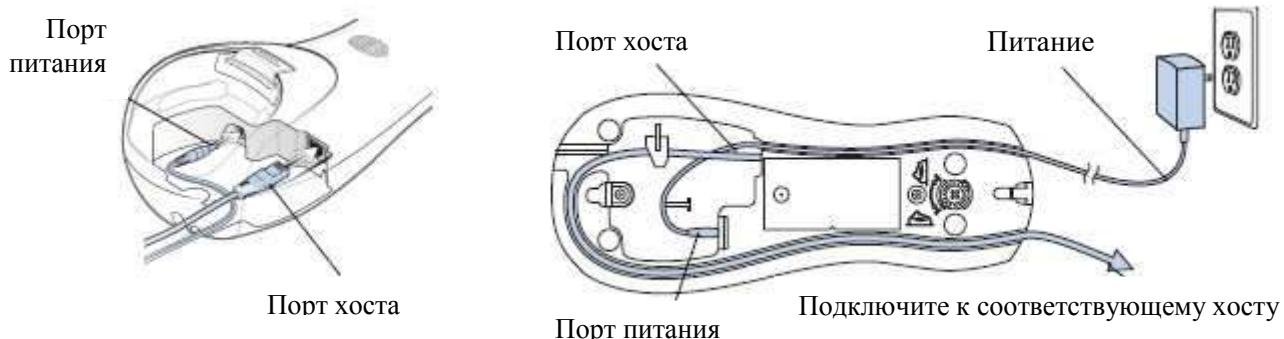

Рисунок 1-7 Подключение кабелей к базовой станции CR0078-S/CR0008-S
- Если блок питания подключен к базовой станции, отключите его. См. Рисунок 1-7.